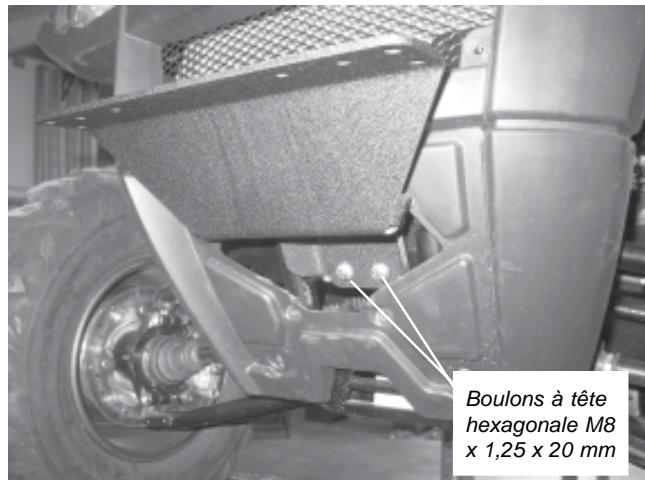
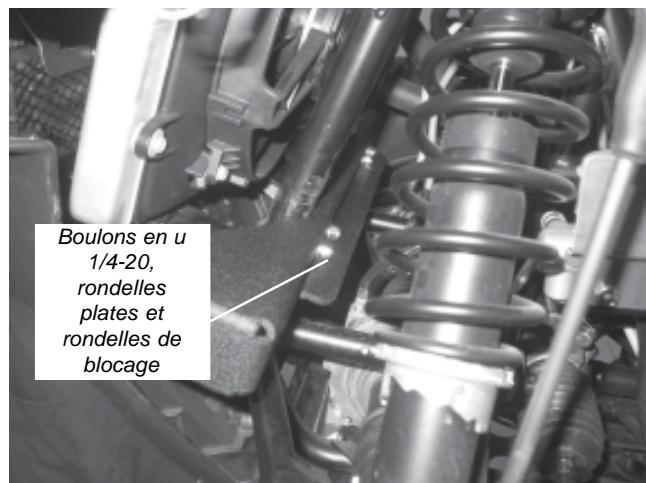

Figure 3
Figure 4
3. Fixez la plaque de blindage avant au cadre, tel qu'illustré à la figure 3. Utilisez des boulons à tête hexagonale M8 x 1,25 x 20 mm et des rondelles plates 5/16 po du côté avant, et des écrous de blocage en nylon M8-1,25 du côté arrière. Installer sans serrer les fixations à l'aide d'une douille et clé 13 mm.
- Installez la traverse arrière derrière deux supports de cadre verticaux, tel qu'indiqué à la figure 4. Le coin de la traverse doit être tourné vers le haut. Fixez la pièce au cadre à l'aide de boulons en U 1/4-20, de rondelles plates et d'écrous de blocage. Vous vous servirez d'une clé à douille profonde 7/16 po pour serrer plus tard.
Serrez les écrous de boulon en U selon le couple de serrage recommandé de 10,8 N·m (8 lb-pi), tel qu'indiqué à la figure 4. Serrez les fixation M8 x 1,25 au bas de la plaque de blindage avant selon le couple de serrage recommandé de 12,5 N·m (17 lb-pi), tel qu'indiqué à la figure 3.